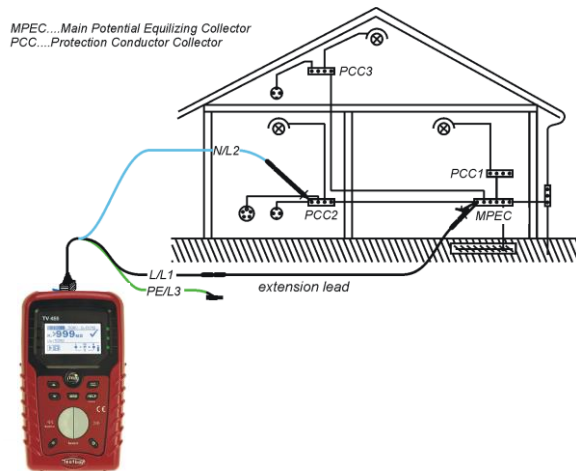

Figura 5.9: Conexión del cable de prueba de 3 hilos más el cable de extensión opcional
- ❑ **Conecte** los cables de prueba al cableado PE correspondiente (véase la figura 5.9).